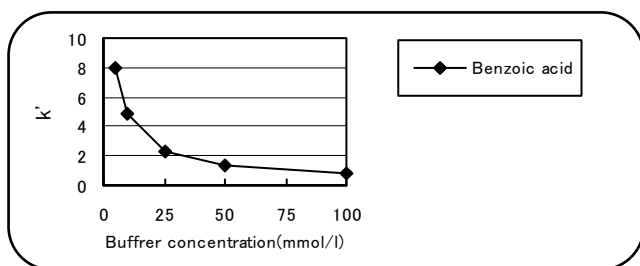

図5、塩濃度と保持との関係
(3) 緩衝液の種類と濃度の効果
- 塩濃度を高くすると、イオン交換能が抑制され、保持が小さくなります。（図5）